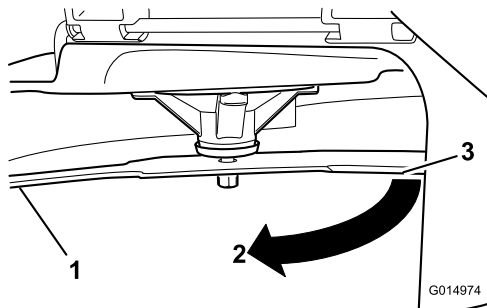

Figura 99
3. Segunda distancia medida entre cuchilla y superficie (B)
4. Gire la misma cuchilla 180 grados de manera que el otro extremo esté en la misma posición (**Figura 99**).